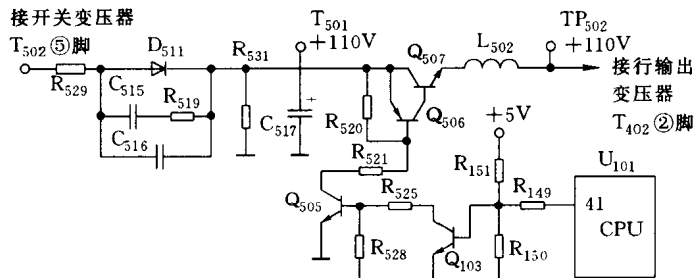

图 1-1-2 关机电路
参见图 1-1-2, 由开关变压器 T_{502} ⑤脚输出的脉冲电压经 R_{529} 限流及 D_{511} 整流、 C_{517} 滤波后获得 +110V 电压, 该电压不是直接送人行输出级, 而是受控于直流关机电路, 当该机处于“等